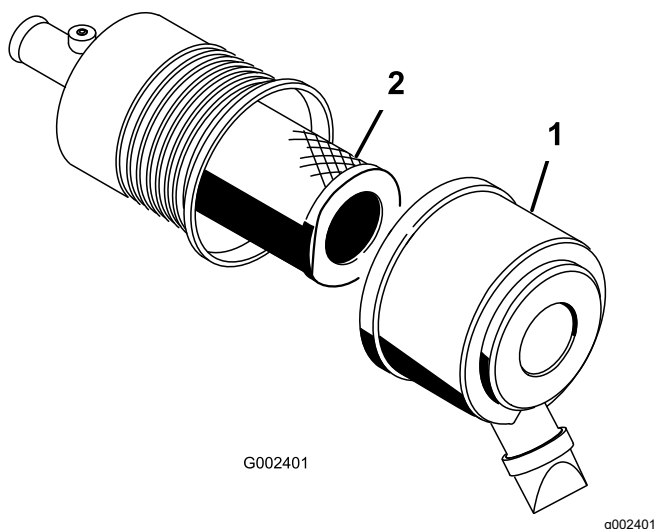

Рисунок 52
2. Отпустите защелки, фиксирующие крышку воздухоочистителя на его корпусе (Рисунок 52).
3. Снимите крышку с корпуса воздухоочистителя (Рисунок 52).
5. Снимите и замените фильтр (Рисунок 52).